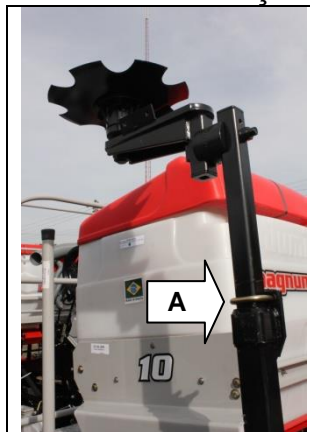

Figura 13
- Solte os grampos de fixação "A" que prende o suplemento da haste do marcador ao conjunto do marcador, em seguida retire o conjunto do marcador do suplemento (Figura 13);
Utilize o pino de fixação "A" (Figura 13) todas as vezes que for efetuar o transporte da plantadora, seja o transporte efetuado por trator ou caminhão ou carreta.